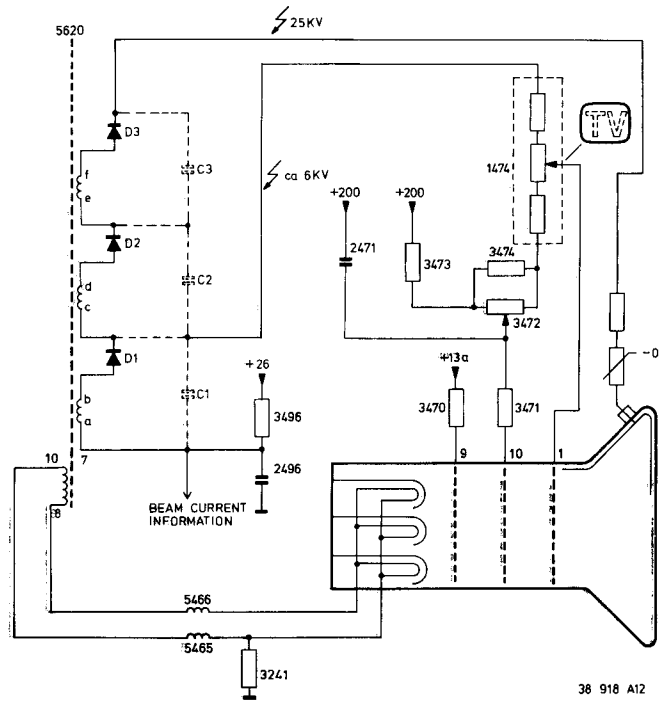

Fig. 12-8
**12.3 Hochspannung (Bild 12.8)**